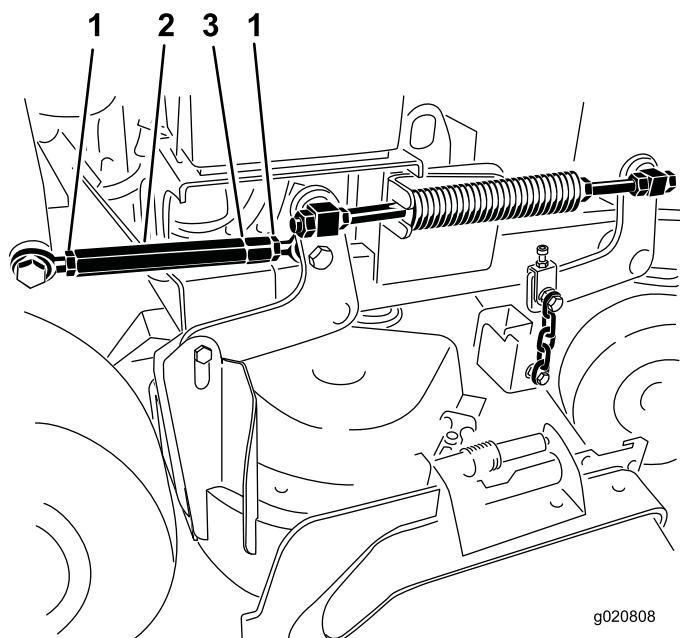

Figure 87
4. Desserrez les écrous de blocage à chaque extrémité du tendeur (Figure 87).
Remarque: L'extrémité du tendeur portant la gorge usinée est filetée à gauche (Figure 87).